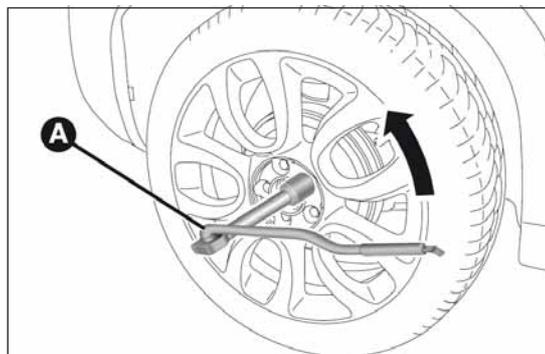

fig. 33
- tomar la llave A fig. 33 y aflojar una vuelta los tornillos de fijación. Para las versiones con llantas de aleación, mover el vehículo para facilitar la separación de la llanta del cubo de la rueda;